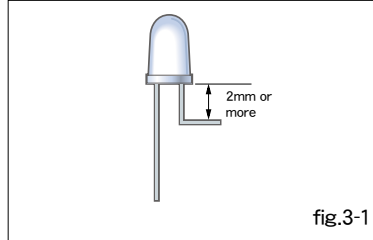

fig.3-1
- ①折り曲げはリード根元より2mm以上離れた位置で行ってください。また、折り曲げは同一カ所につき1回までとしてください。（図3-1）
- ① The lead should be bent at a point 2mm away from the root of lead. One place shall be bent only once. (fig.3-1)